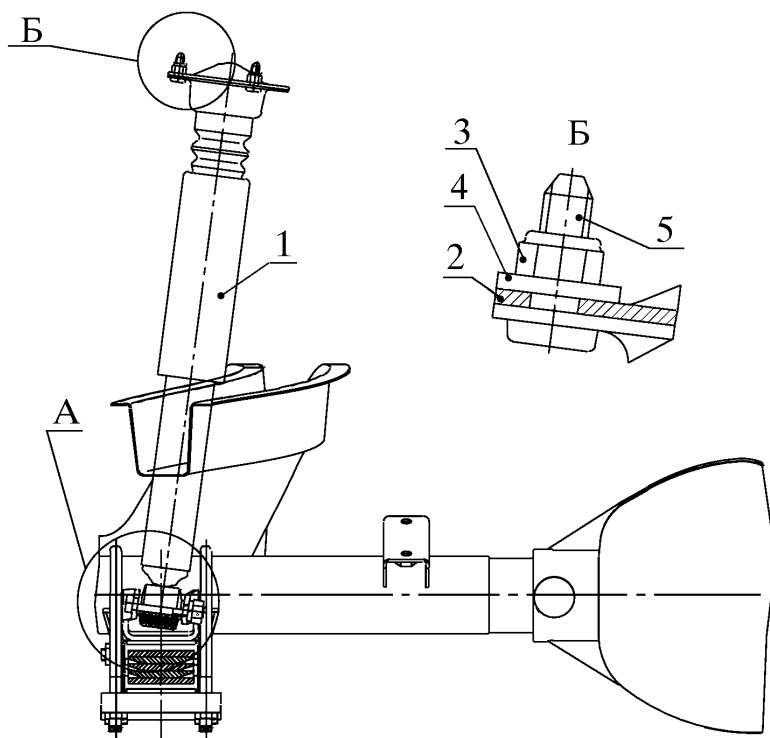

Рис. 2. Снятие амортизатора с автомобиля:
4.3.1. Открыть багажник. Отсоединить верхние концы двух амортизаторов 1 (рис. 2) от пола 2 кузова, отвинтив и сняв четыре гайки 3 с шайбами 4 со шпилек 5,